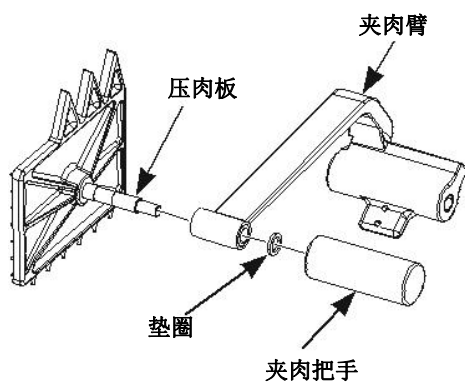

图 24
- 将垫圈、夹肉臂和夹肉把手安装到压肉板的轴上，以组装夹肉部件（图24）。